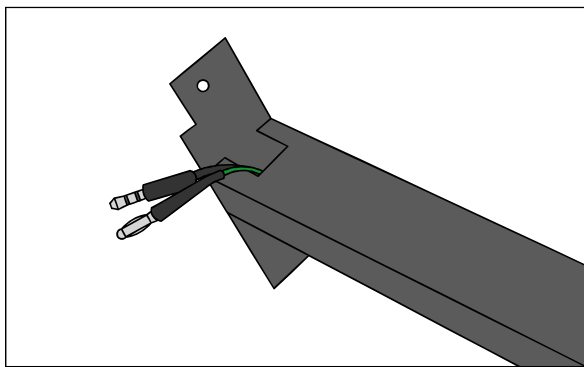

图 1：把各连接线穿过支撑杆
- 2) 使用重型支架时，按图 1、2、3、4 所示安装支架并固定测试表和脚踏板